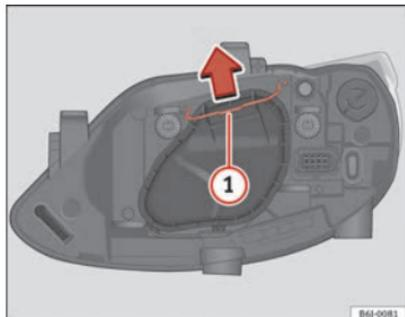

Fig. 147 Luz de cruce/ca-
- Desplace el tirante ⇒ fig. 147 ① en el sentido de la flecha y saque la tapa.